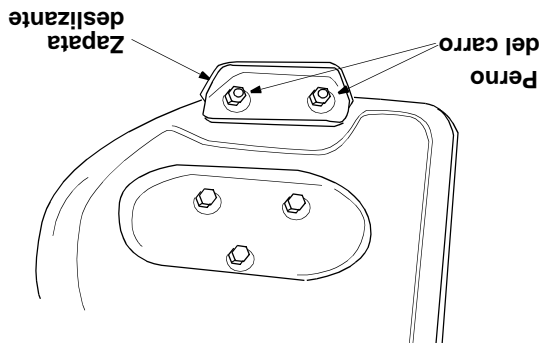

Figura 23
- Extraiga los cuatro pernos del carro, arandelas Belleville y tuercas hexagonales que fijan las zapatas deslizantes a la limpiadora de nieve de dos lados. Vea la Figura 23.